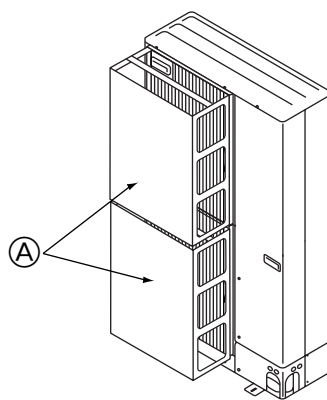

Fig. 3-3
- ② Установите дополнительный воздуховод выходного отверстия и основной воздуховод, если прибор установлен в месте, где сильный ветер от тайфуна и др. может попадать непосредственно в вентиляционную решетку. (Fig. 3-3)